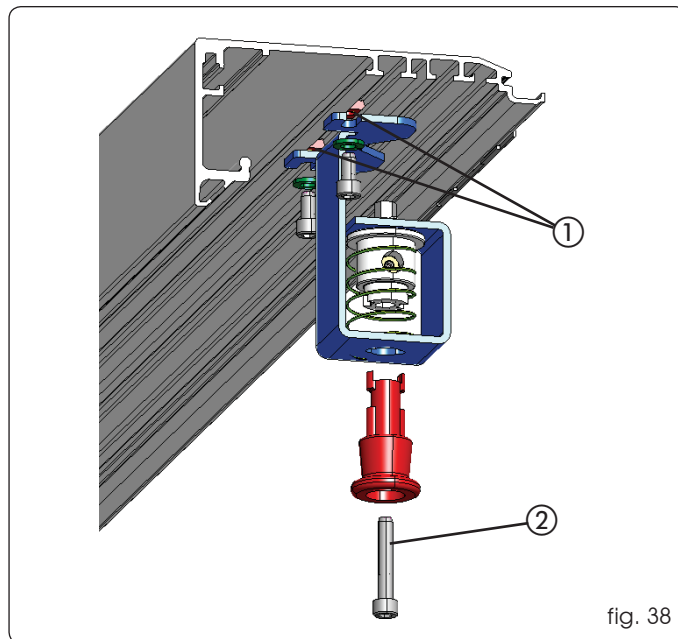

fig. 38
- Ensamble el pomo de desbloqueo en la brida lateral como se indica en la fig. 38, después de haber insertado en el perfil dos placas (fig. 38 ref. ①).
- **si estuviera presente el pomo de desbloqueo, para abrir el cárter hay que desmontar el pomo destornillando el tornillo de la fig. 38 ref. ②**